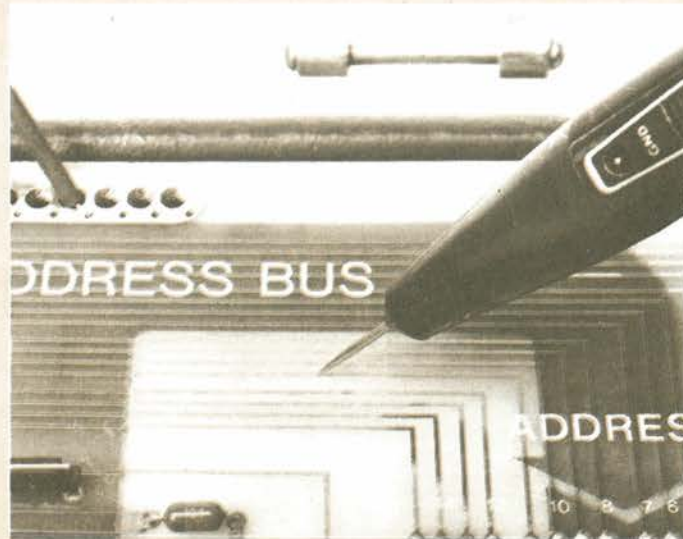

Figura 19-4. Impulsi di corrente sulla linea A11 degli indirizzi
- C) Toccate con il puntale del generatore di impulsi la linea A11, come mostrato in Figura 19-4. Il generatore, ora, sta iniettando impulsi di corrente in questa linea di indirizzo.